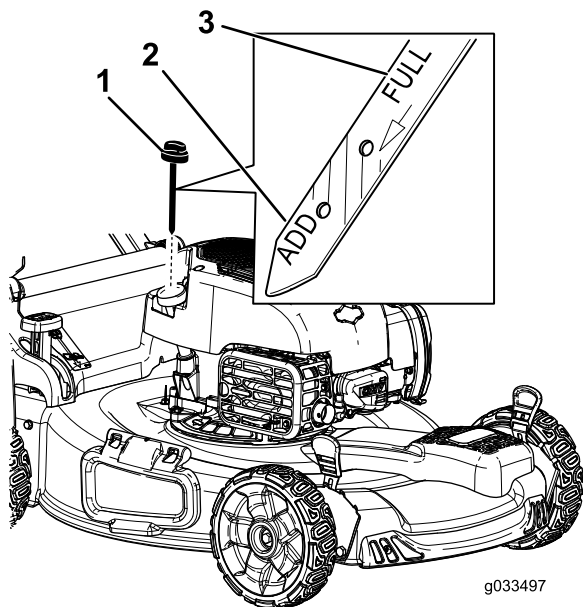

Рисунок 32
3. Выньте масломерный щуп, повернув крышку против часовой стрелки и вытянув ее (Рисунок 32).
10. Определите уровень масла по отметкам на щупе (Рисунок 32).